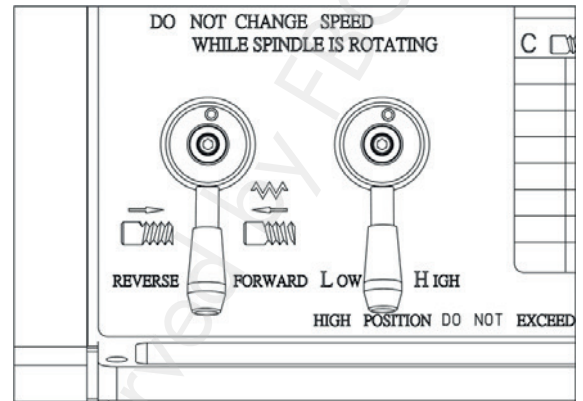

Fig. 24 Levier de vitesse & Levier du sens de l'avance en position neutre
4. Mettez le levier de vitesse en position neutre. (Figure 24)
5. Mettez le levier d'avance avant/arrière en position neutre. (Figure 24)